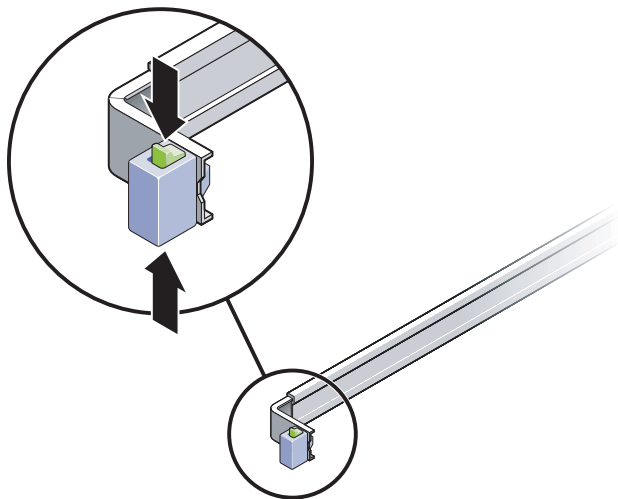

图 3-34 解除滑轨装置的锁定
2. 对服务器底盘左右两侧的滑动锁定按钮解除锁定（图 3-34），然后，慢慢地将服务器从机架中拉出，直至滑轨到达其终止位置。